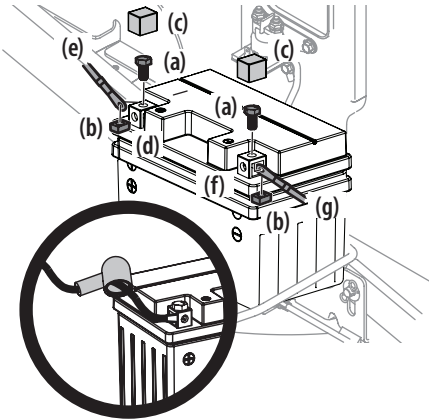

Figura 12
1. Extraiga los tornillos hexagonales (a) y las tuercas cuadradas (b) situados en el extremo del arnés de cables o en la bolsa que acompaña a este manual. Guarde los herrajes para uso posterior. Consulte la Figura 12.
2. Retire la cubierta plástica (c), si está presente, del borne positivo de la batería (d) y una el cable rojo (e) al borne positivo de la batería (b) utilizando uno de los tornillos hexagonales (a) y las tuercas cuadradas (b) que se extrajeron en el paso 1. Use un destornillador Philips. Consulte la Figura 12.
3. Retire la cubierta plástica (c), si está presente, del borne negativo de la batería (f) y una el cable negro (g) al borne negativo de la batería (f) utilizando el tornillo hexagonal restante (a) y la tuerca cuadrada (b). Consulte la Figura 12.
4. Coloque el capuchón de caucho rojo por encima del borne positivo de la batería para protegerlo contra la corrosión. Vea el inserto en la Figura 12.